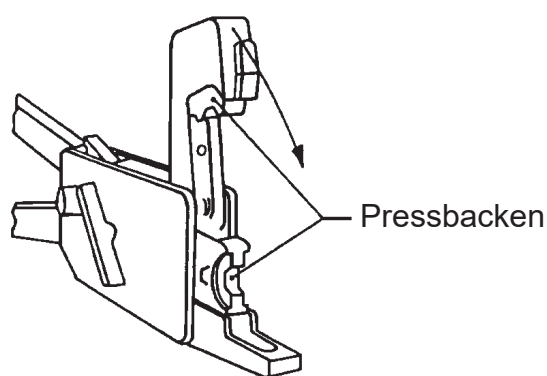

Fig 1
2. Klappverschluss öffnen. Preßbacken einsetzen. Klappverschluß schließen. Fig. 1, Seite 8 sehen. Auf richtige Pressbacken-Auswahl achten. Mit Nummern am Hals des Kabelschuhs oder Verbinders vergleichen.